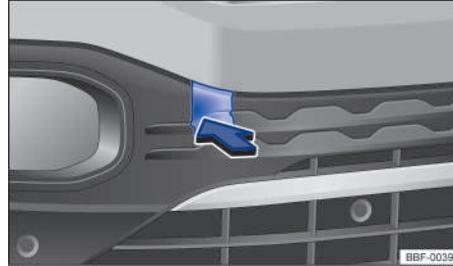

Fig. 214 En el parachoques delantero a la derecha: suelte y desmonte la cubierta.
El alojamiento de la argolla de remolque roscado está ubicado a la derecha del parachoques delantero, detrás de una cubierta → fig. 214.
- Presione en la zona inferior de la cubierta → fig. 214 ⓘ para soltar la traba de la cubierta.